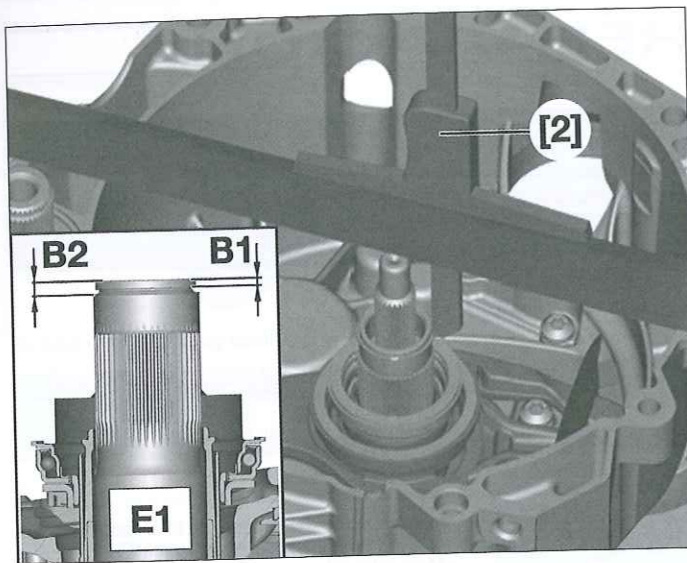

Fig. 7
- Medir la separación (B1) y (B2) con relación al anillo de freno (Fig.7) y anotar el resultado obtenido.